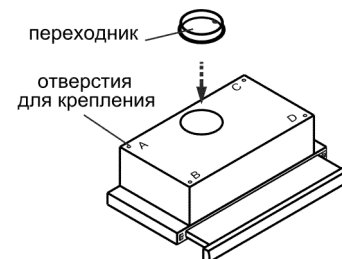
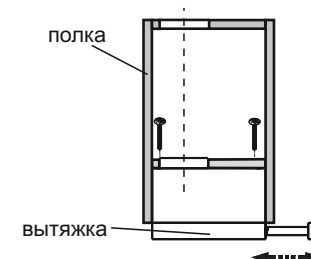

рис. 4
рис. 5
- 6.1 Установите пластиковый переходник и зафиксируйте его защелками (рис. 4).
- 6.3 Крепление кухонной вытяжки к верхней полке над плитой (рис. 4, рис. 5):
- вырежьте дополнительное отверстие в полке шкафа (рис. 5) для воздуховода при работе в режиме «вытяжки» для свободного прохождения воздуха при работе в режиме «рециркуляции».